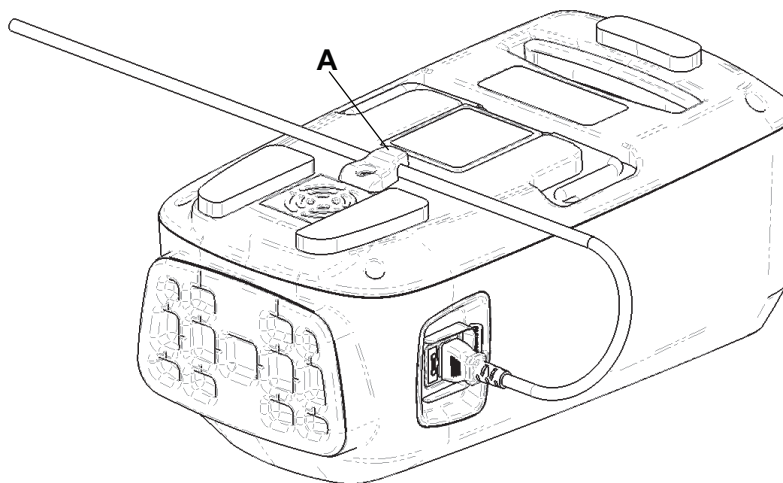

Figura 5 – Agarradera flexible de retención del cable
3. Inserte el cable de alimentación bajo la agarradera flexible de retención del cable de alimentación (A) (Figura 5).